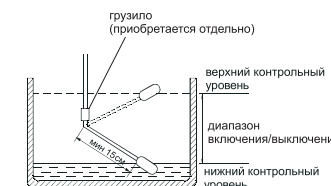

Рис. 3
6.2. Погрузить поплавок суспензированным на него грузилом в контролируемый резервуар, как показано на рис. 3.